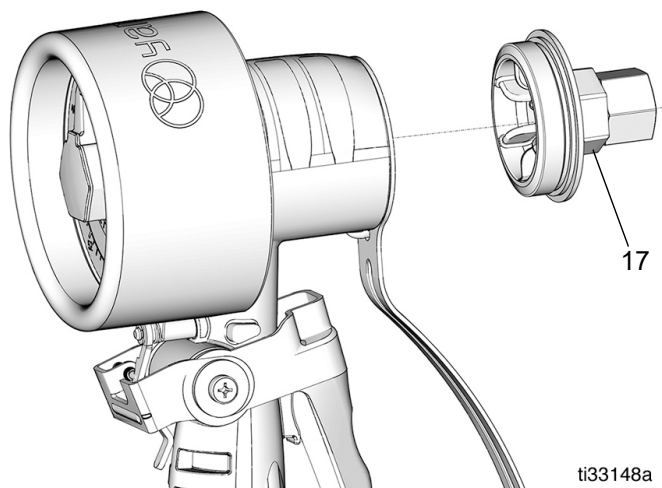

図 5
2. 液体遮断バルブ (L) を閉じてください。
3. メーターキャップ (17) を反時計回りに回してネジを緩め、メーターハウジングから取り外します(図 5)。